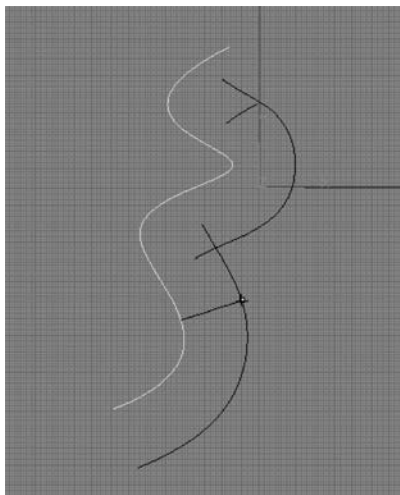

图 8-35 偏移曲线动态显示
(4)偏移曲线  (或输入 Offset)。Rhino 中的偏移工具非常直观,譬如它可以动态显示最终效果,如图 8-35 所示。使用偏移曲线时,输入参数 T,就可以手动控制偏移量,而且它可以自动修剪多余部分。